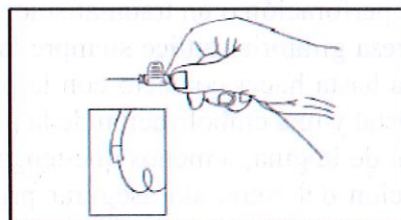

Figura 3.
Paso 2. Con el dispositivo wireClip™ Torquer, gire la guía media vuelta hacia la derecha (consulte la Figura 3).